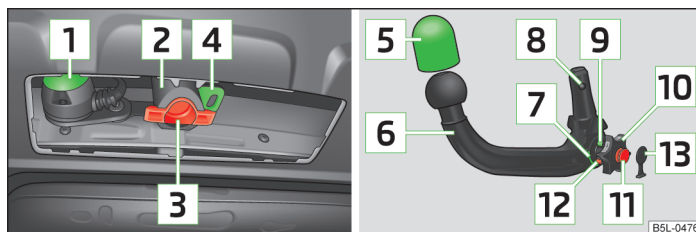

Fig. 125 Presa del dispositivo di traino / Testa sferica
Descrizione dell'immagine» fig. 125
- Rimuovere il cappuccio per il pozzetto di alloggiamento » fig. 125 a pagina 154 estraendolo verso il basso.
- Infilare il cappuccio per il pozzetto di alloggiamento **[3]** » fig. 125 a pagina 154.